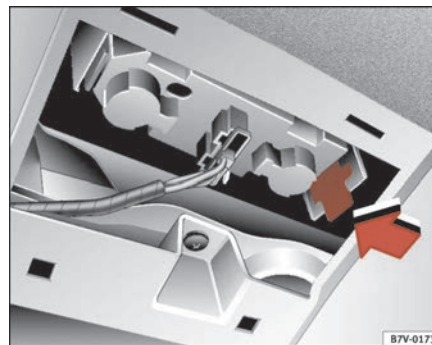

Abb. 166 Leuchten an der Heckklappe
- Drücken Sie die elastische Lasche in Pfeilrichtung ⇒ Seite 257, Abb. 166 und nehmen Sie die Lampenfassung nach unten ab.